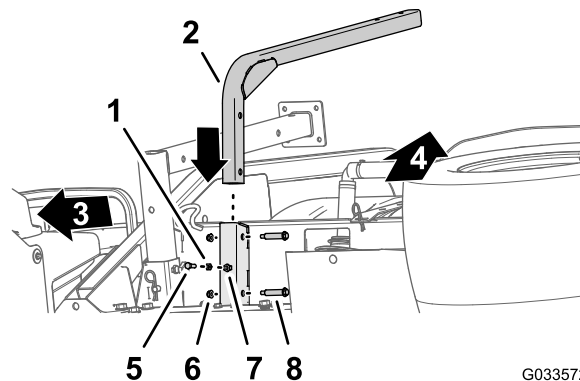

Figura 46
1. Aliniați tubul de susinere pentru rezervorul de apă dulce cu canalul de susinere a rezervorului (Figura 46).
2. Aliniați orificiile din tubul de susinere cu orificiile din canal (Figura 46).
3. Fixați tubul pe canal (Figura 46) cu cele 2 uruburi cu umăr (1/2 x 1 15/16") și cele 2 contrapiulii cu guler (5/16").
5. Înfiletați contrapiulia (5/16") pe urub (5/16 x 1") așa cum este indicat în Figura 46.
6. Înfiletați urubul (5/16 x 1") și contrapiulia pe piulița pentru sudură de la baza canalului de susinere al rezervorului și strângeți manual urubul și contrapiulia (Figura 46).